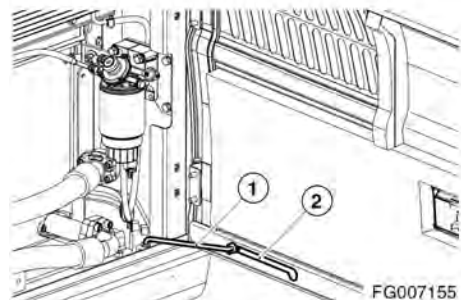

Рис. 167
Открыть дверь и вытянуть опорный стержень (1, рис. 167) в отверстие (2), пока он не заблокируется в прорези в конце щели.